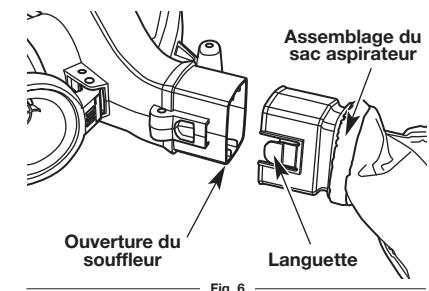

Fig. 6
- Insérez l'ouverture du souffleur dans le sac aspirateur jusqu'à ce que la languette sur le sac aspirateur soit insérée dans l'ouverture sur le logement du moteur et parfaitement en place (Fig. 6).